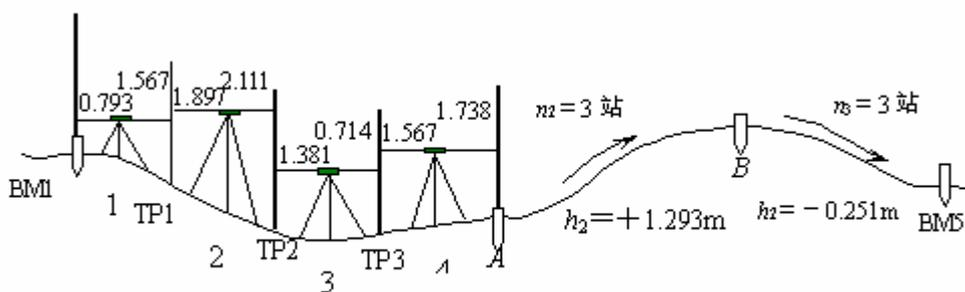

图 2-30 附和水准路线测量示意图
6. 为了测得图根控制点A、B的高程，由四等水准点BM. 1（高程为 29. 826m）以附和路线测量至另一个四等水准点BM. 5（高程为 30. 386m），观测数据及部分成果如图 2-30 所示。试列表进行记录，并计算下列问题：